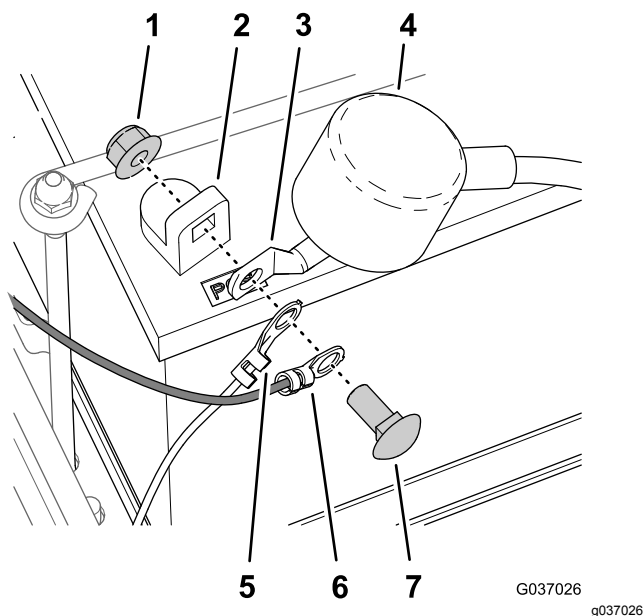

Figura 13
1. Alinee el terminal de anillo al arnés de cables de la máquina, el terminal de anillo del arnés de cables del kit y el terminal del cable de batería positivo con el borne positivo de la batería (Figura 13).
2. Sujete los terminales de anillo y el terminal de la batería al borne de la batería (Figura 13) con el perno y la tuerca que se retiraron en 2 Desconexión de la batería (página 2).
3. Alinee la tapa aislante sobre el terminal positivo de la batería (Figura 13).